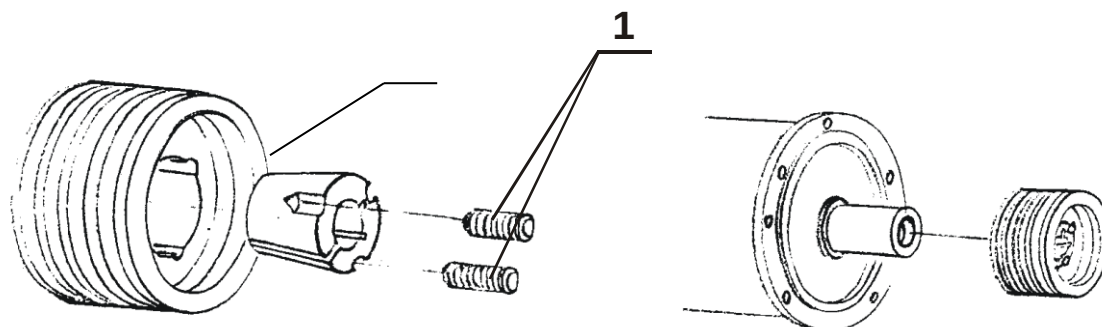

Рисунок 26 – Схема закрепления шкива на валу
- Вставить конус 2 в ступицу и завернуть без усилия два установочных болта 1 (расположение установочных болтов показано на рис. 26). Используйте винтовую нарезку для болтов, которая находится на посадочной поверхности шкива.